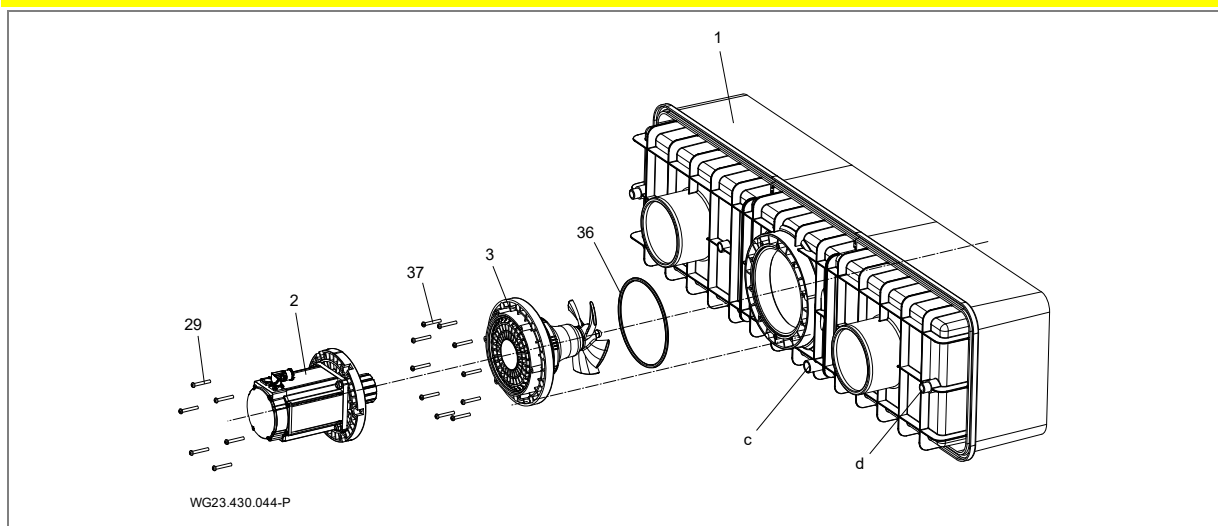

Fig. 16
1. Engrase el empalme (d, Ver "Fig. 16", página 22) en la carcasa de plástico (1) y el conector hembra de conexión de la manguera protectora para cables (12) con limpiador PVC-U/ABS.